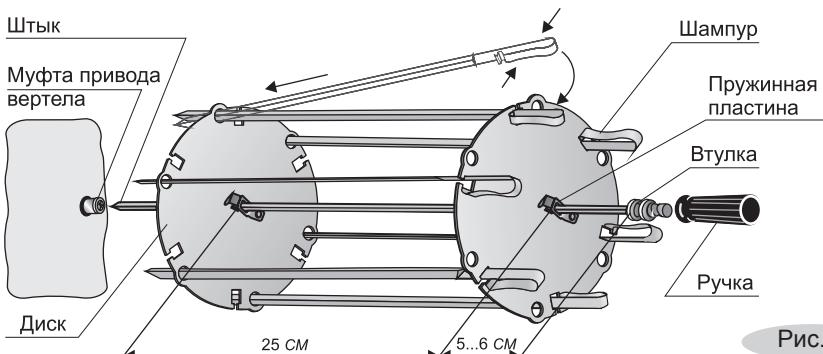

Рис.11
- Сжав пружинные пластины, оденьте на штык диск и установите его на расстоянии 5-6 см от втулки (рис.11).